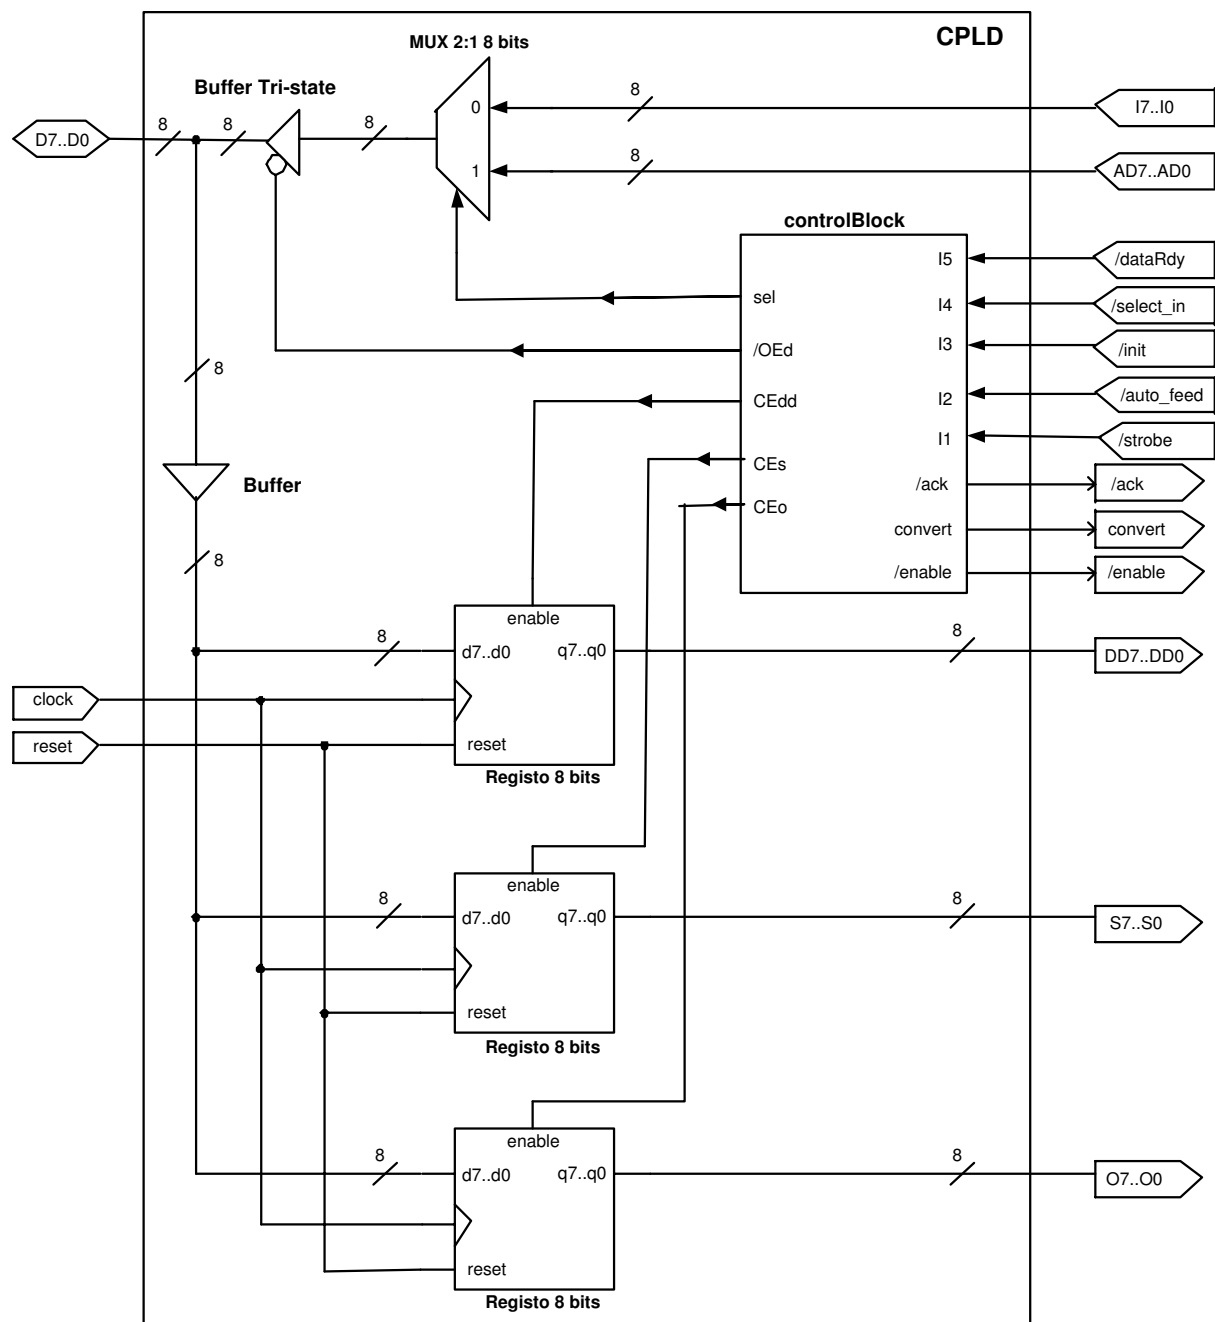

Figura 20: Estrutura da parte programável do PG04 v2 a implementar na CPLD.
O diagrama de blocos do PG04 v2 é apresentado na figura 22 do anexo A e a descrição estrutural da lógica que se pretende implementar na CPLD encontra-se na figura 20. A descrição inclui:
Com base nas expressões minimizadas obtidas anteriormente, descrever em VHDL (estilo fluxo de dados) a arquitectura e a entidade do bloco *controlBlock*. Na interface, os nomes dos portos devem coincidir com os nomes das entradas ou saídas do bloco *controlBlock* incluído na figura 20. Substitua apenas a / por `not`, como por exemplo: */ack* passa a `notAck` em VHDL.
Na interface, os nomes dos portos devem coincidir com os nomes das entradas/saídas do bloco *CPLD* na figura 20. Substitua apenas a / por `not`.
- v. Inspeccionar os resultados da síntese, sobre a forma de esquemático, através da opção **View RTL Schematic**. O resultado é o esperado, ou seja, a estrutura gerada pela síntese segue a da figura 20?